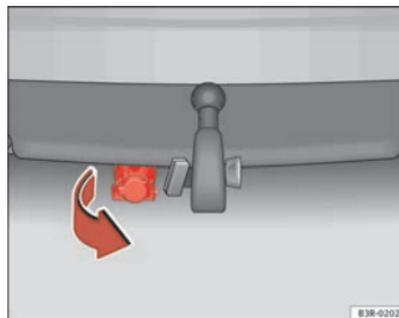

Fig. 158 Parachoques trasero: Pivotar hacia abajo la toma de corriente para el remolque ▶
- Bascule hacia abajo la toma de corriente que se encuentra bajo el parachoques para conectar los cables del remolque ⇒ página 212, fig. 158.